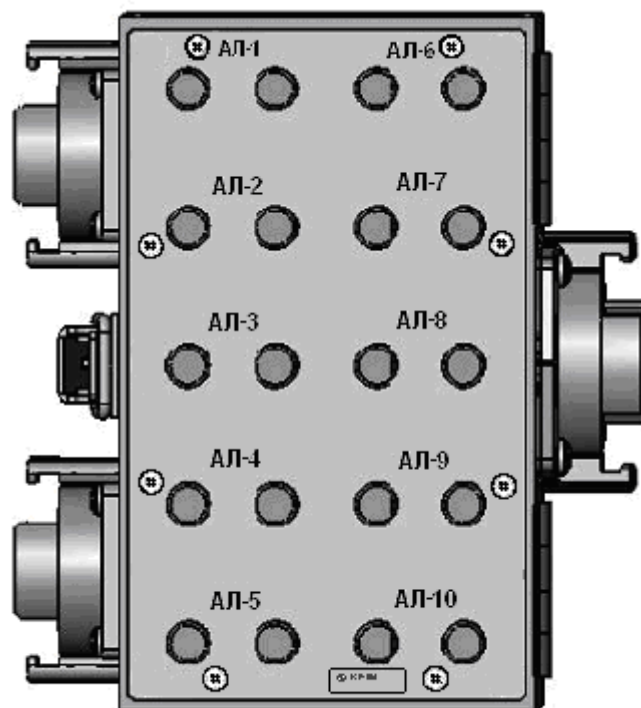

Рисунок 2 - Зовнішній вигляд панелі з натискними клемами АЛ1 – АЛ10
1.4.6 Зовнішній вигляд панелі з натискними клемами АЛ1 – АЛ10 наведений на рис. 2.